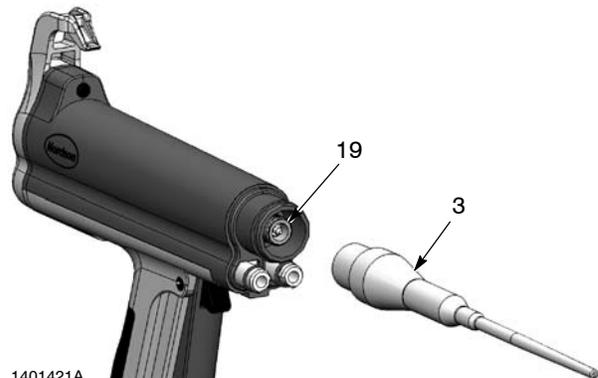

Abb. 4 Widerstandshalter abnehmen
4. Siehe Abbildung 4. Den Widerstandshalter (3) aus dem Spannungsvervielfacher (19) schrauben.
4. Siehe Abbildung 4. Den Widerstandshalter auf den Spannungsvervielfacher schrauben.